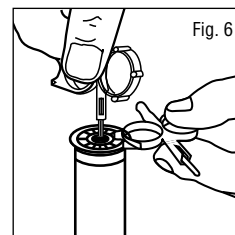

Fig. 6
1. Halten Sie die Düsenscheibe fest, indem Sie die zwei Stifte von der Seite des Hunter-Schlüssels zwischen den Düsenspeichen einsetzen. (Fig. 6)